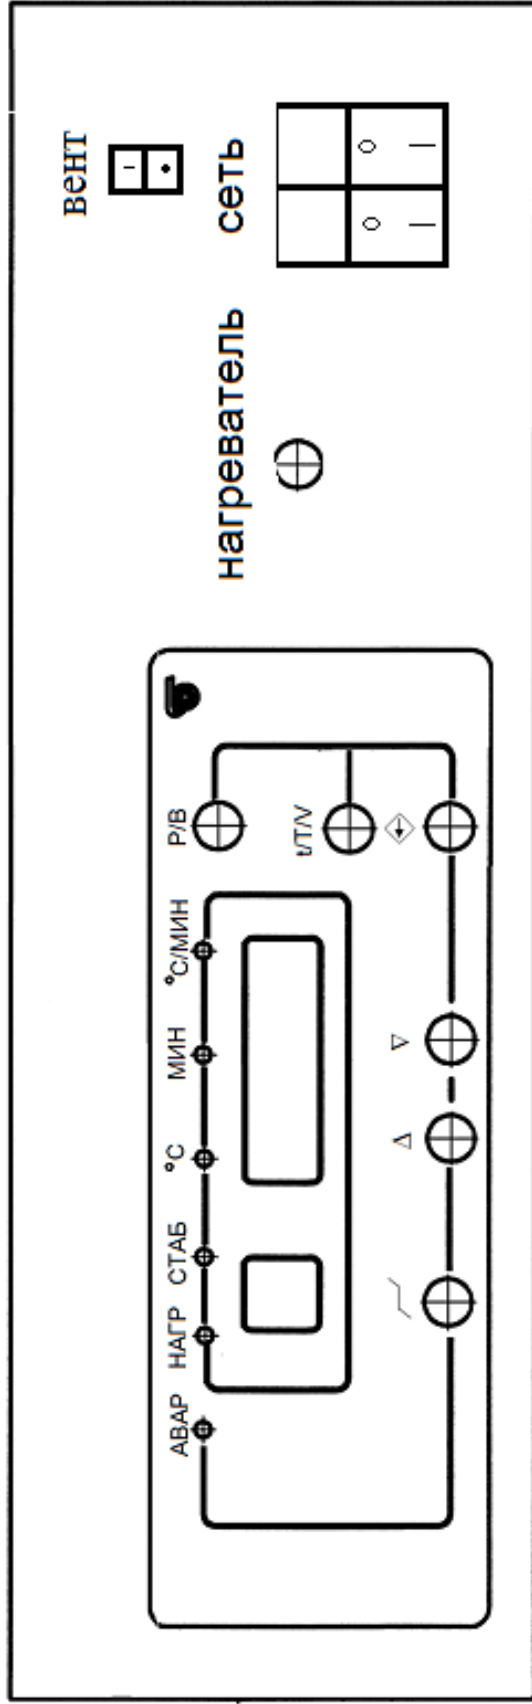

Рисунок 1 – Панель управления электропечи с принудительной вытяжкой (ЭКПС-50/1250)
8.3. Включить выключатель «СЕТЬ», находящийся на лицевой панели пульта управления электропечи (рисунок 1), при этом на цифровом индикаторе «» загорится «1» (первая ступень). Цифровые индикаторы, на которые выводится значение параметра, начинают мигать – регулятор находится в режиме «ВВОД». Включен индикатор параметра – «°С».